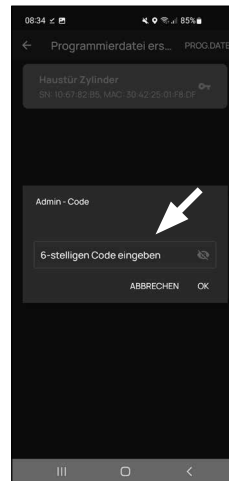

Abb. 4
- 4 Sie werden gebeten, sich mit Ihrem Administratorcode zu verifizieren. Geben Sie ihn ein und bestätigen Sie mit „OK“ (Abb. 4).